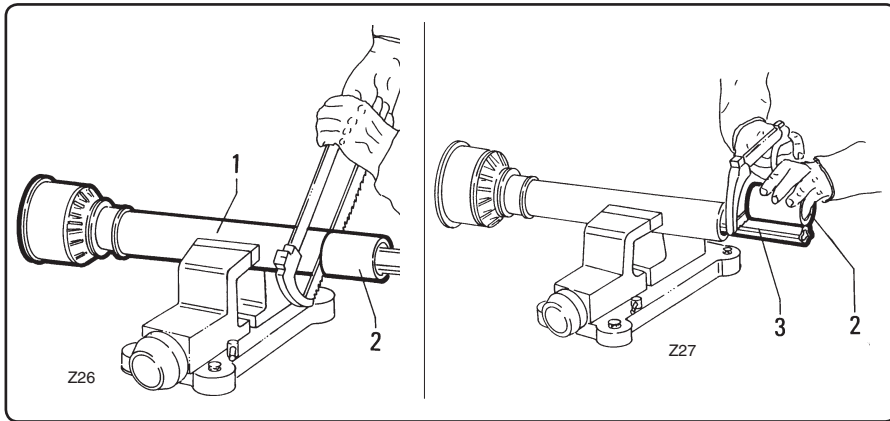

fig. 4.3.2
- *Zunächst den Schutz "1" Abb. 4.3.2 der Gelenkwelle durchsägen. Das abgesägte Stück "2" als Bezug für das Absägen der Keilwelle verwenden.*